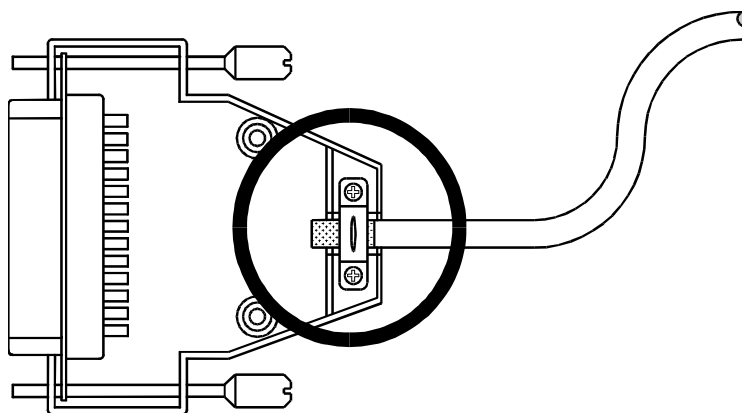

Abb. 1: EMV-konforme Schirmung
- **Bei Verwendung von Steckern:** Nur metallisierte Stecker verwenden, z. B.: SUB-D Stecker mit metallisiertem Gehäuse (siehe hierzu Abb. 1). Auch hier auf direkte Verbindung der Zugentlastung mit dem Gehäuse achten.